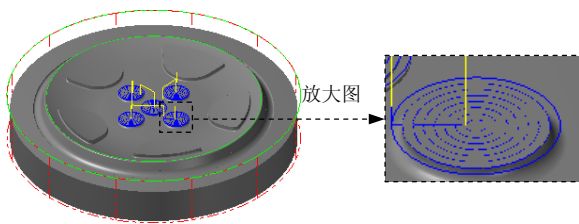

图 15.48 刀具路径
Step9. 单击“曲面精加工浅平面”对话框中的  按钮，同时在图形区生成图 15.48 所示的刀具路径。